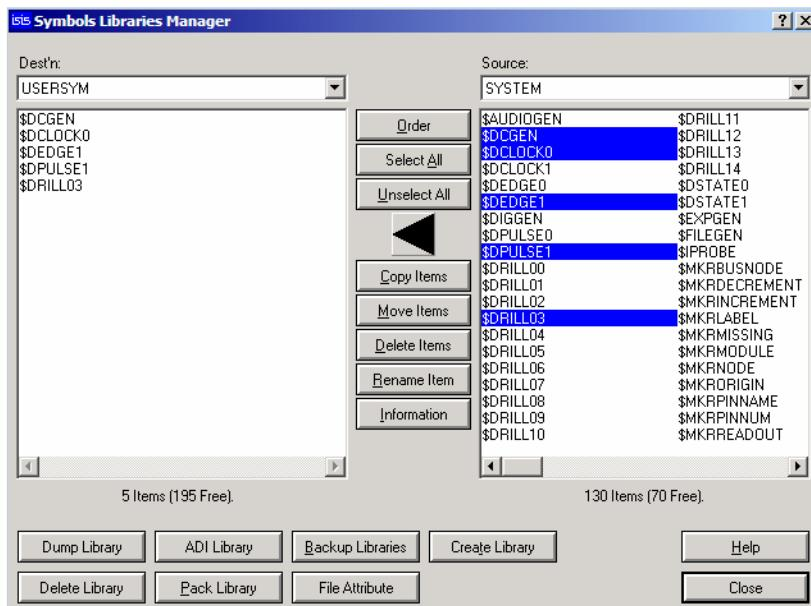

Figura 44: Janela Symbols Libraries Manager.
7. Para adicionar bibliotecas existentes, na janela **Symbols Libraries Manager**, selecione-as, em seguida clique em **Copy Items**, veja ilustração na figura 44.